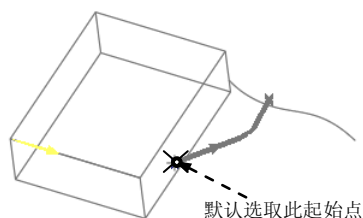

图 4.3.8 选取轨迹线的起始点
(2) 定义第一个截面在轨迹线上的位置点。在 **截面** 界面中单击 **截面位置** 文本框中的 **开始** 字符，系统默认选取图 4.3.8 所示的轨迹的起始点作为该截面在轨迹线上的位置点。
(3) 在 **截面** 界面中，将“截面 1”的 **旋转** 角度值设置为 0.0。
(4) 在 **截面** 界面中单击 **草绘** 按钮，此时系统进入 **草绘** 环境。